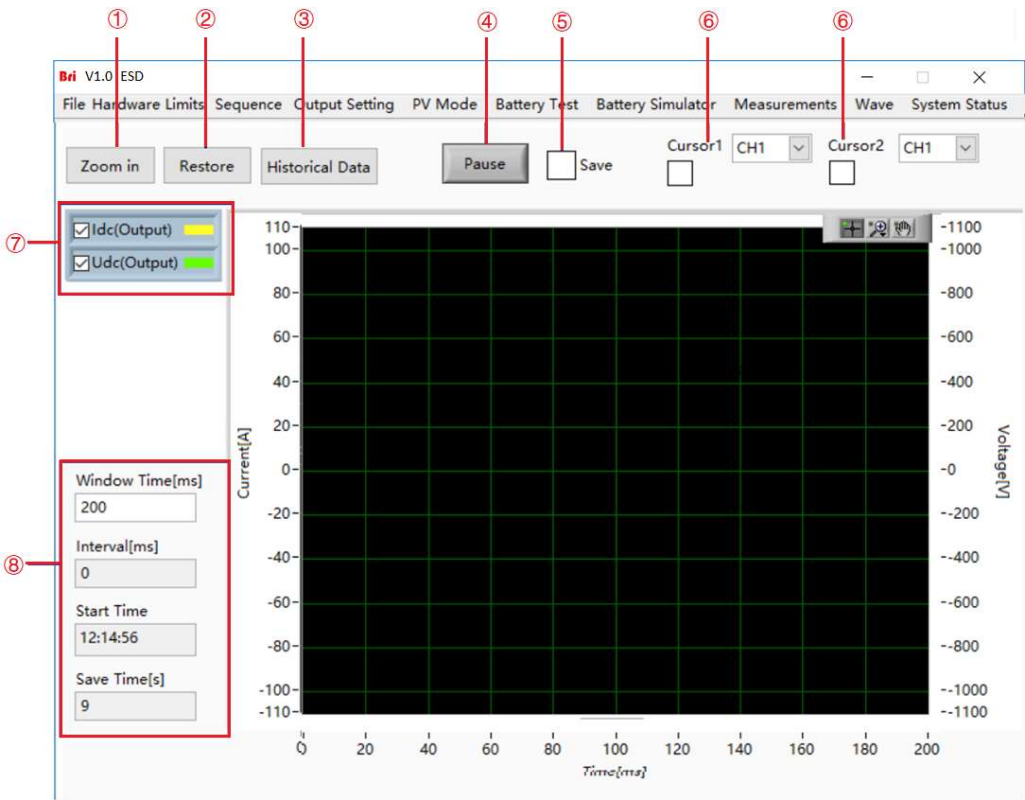

图 5-18 波形界面
点击“Wave”进入波形界面（如图 5-18）。在波形浏览窗口，用户可以单独或同时选中 Idc 或 Udc 的数据（图 5-18⑦），对其波形进行浏览。此外，用户也可以设定波形数据点的窗口显示时间、采样时间间隔等参数（图 5-18⑧）。